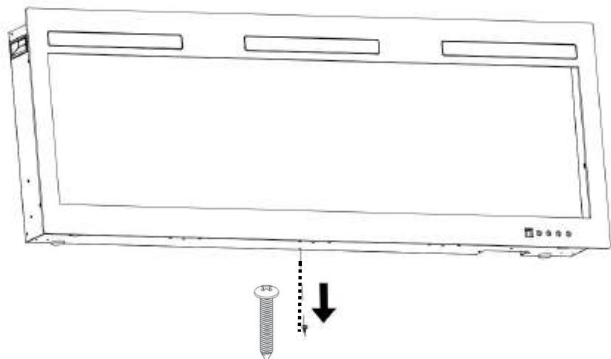

Fig 4-1
A. Retirez la vis argentée située au bas de l'appareil. (**Fig 4-1**). Mettez la vis de côté.
D. Connectez les fils de terre verts (G), les fils blancs standard (N) et ensuite les fils thermoélectriques noirs (L) en utilisant les connecteurs (VOIR LA FIG. C).
E. Vissez le couvercle à l'aide de trois vis, comme indiqué sur la FIG. 4-1.